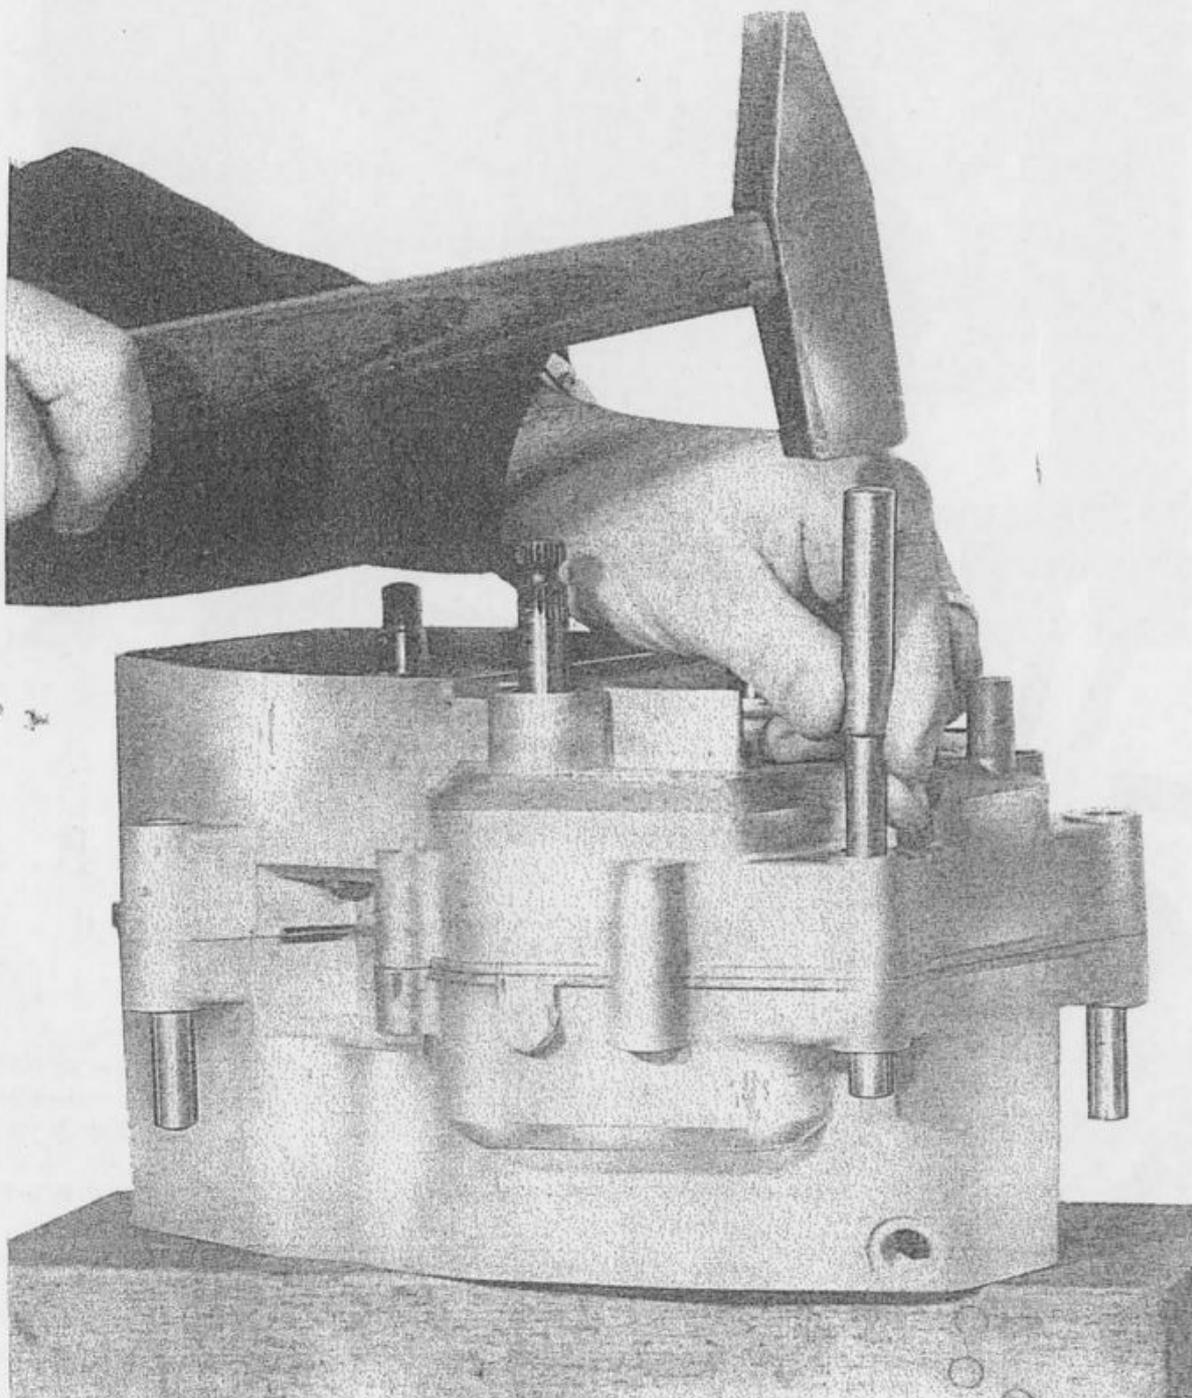

Fig. 19 - Estrazione grani di riferimento
- Rimuovere i tre grani di riferimento unione semicarter, usando una normale spina \varnothing 10 mm. (fig. 19).